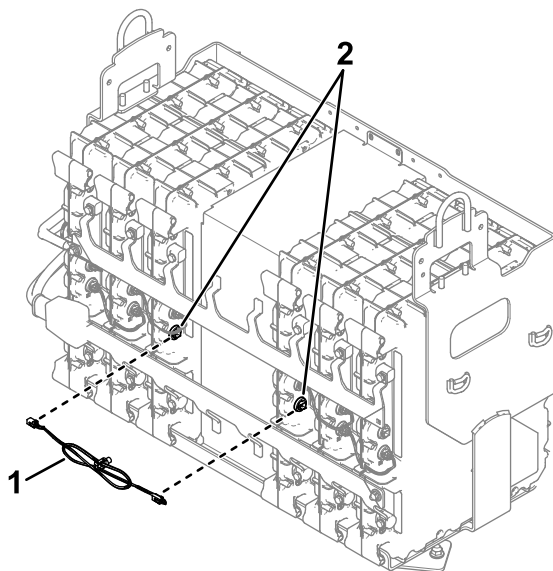

**Figure 9**
A. Servez-vous des boulons retirés précédemment pour monter une entretoise de batterie dans l'espace du compartiment de batteries (Figure 9).